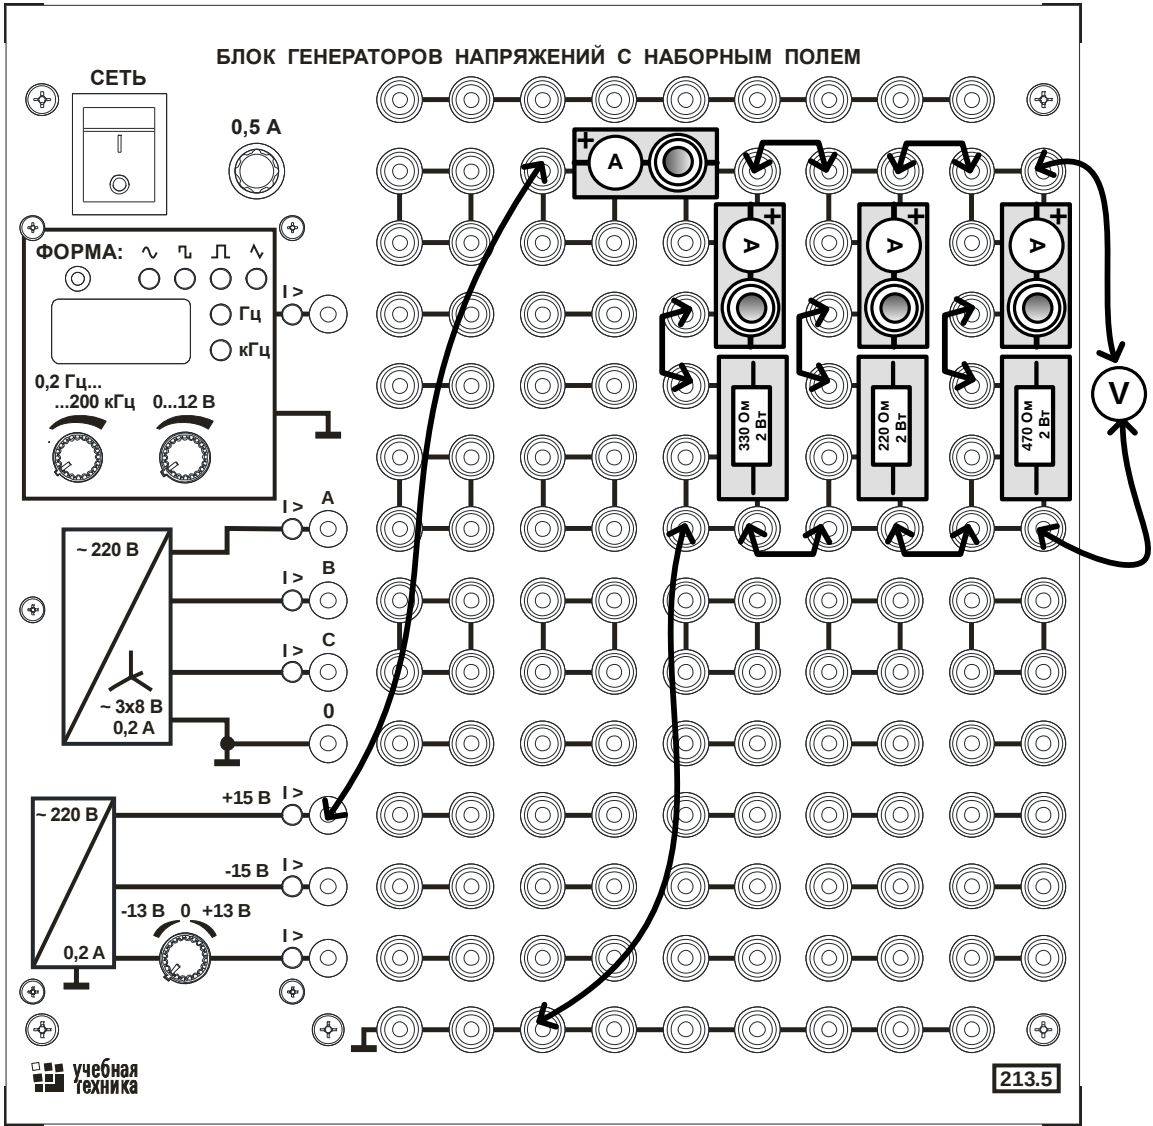

Рис. 2.6. Монтажная схема
- Соберите цепь согласно монтажной схеме (рис. 2.6), вставив последовательно с каждым из резисторов (330, 220 и 470 Ом) специальные миниблоки для подключения амперметра.